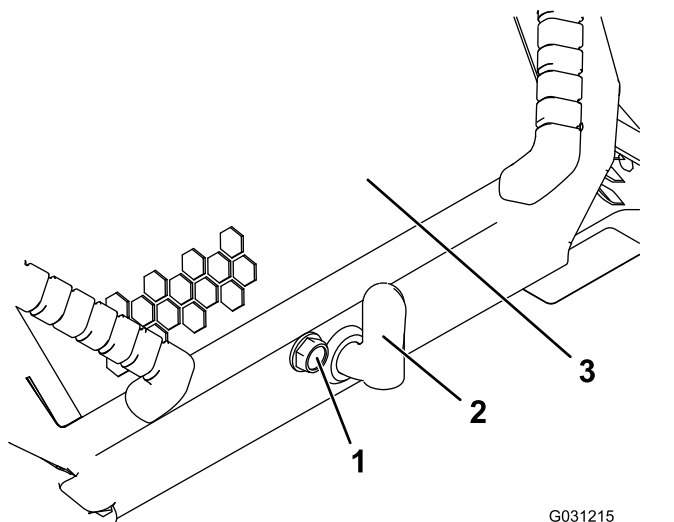

Bild 34
1. Lösen der Arretierschraube an der Motorhaube (Bild 34)
2. Drehen Sie den Motorhaubenriegel nach rechts (Bild 34).
3. Heben Sie die Griffe an und klappen die Motorhaube hoch (Bild 34).
3. Ziehen Sie die Arretierschraube der Motorhaube fest, um den Riegel zu arretieren (Bild 34).